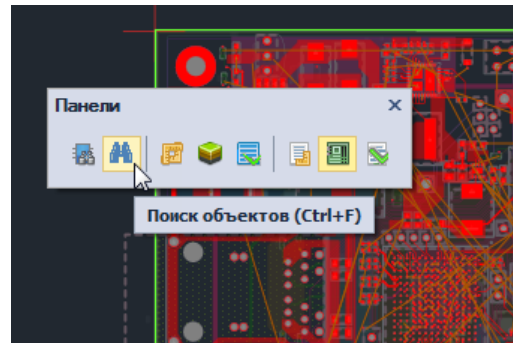

Рис. 93 Вызов инструмента «Поиск объектов»
1. Открыть плату проекта в редакторе печатных плат и вызвать панель «Поиск объектов». Панель можно вызвать с помощью кнопки «Поиск объектов», обозначенной значком  на панели инструментов «Панели», см. Рис. 93, либо нажав клавишу, предназначенную для данного действия (по умолчанию для вызова панели «Поиск объектов» назначено сочетание «Ctrl+F»).